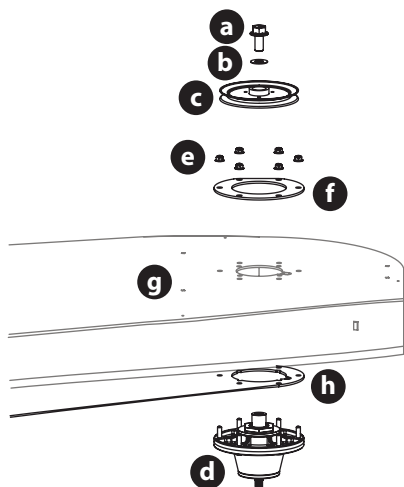
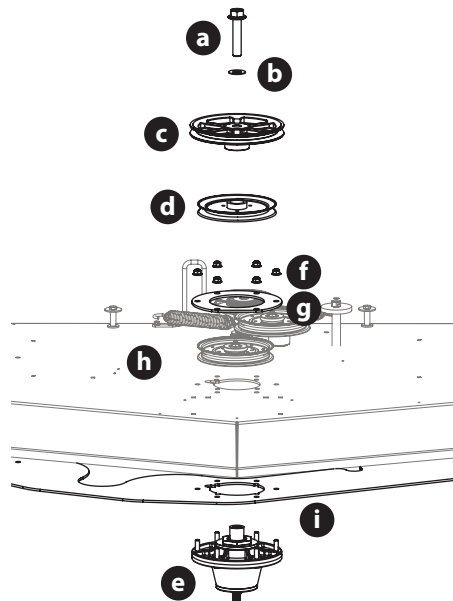

Figure 65
Figure 66
- Retirez les boulons à bride hexagonale (a) et les rondelles plates (b) qui fixent les poulies de l'axe gauche et droit (c) à l'ensemble de l'axe (d) (Figure 65).
- Retirez les 6 contre-écrous à collerette (e) qui fixent les ensembles de broches gauche et droite (d) et les plaques de support (f) à la coque du plateau de coupe (g) (Figure 65).
NOTE : Il n'est pas nécessaire de retirer la plaque de support du plateau de coupe (h), sauf si les trois broches sont remplacées (Figure 65).
- Retirez le boulon à bride hexagonale (a) et la rondelle plate (b) qui fixent la poulie d'entraînement (c) et la poulie de l'axe central (d) à l'ensemble de l'axe (e) (Figure 66).
- Retirez les 6 contre-écrous à collerette (f) qui fixent la poulie de l'axe central (d), l'ensemble de l'axe (e) et les plaques de support (g) à la coque du plateau de coupe (h) (Figure 66).
NOTE : il n'est pas nécessaire de retirer la plaque de support du plateau de coupe (i), sauf si les trois broches sont remplacées (Figure 66).
- Inversez le processus pour installer l'ensemble de la broche. Lors de l'installation de la nouvelle broche, veillez à ce que la quincaillerie soit installée correctement (Figure 65 et l'Figure 66). Serrez les boulons hexagonaux de la bride à 250 po-lb (339 N-m) et les écrous de blocage de la bride de 21 à 32 pi-lb (28 à 43 N-m).